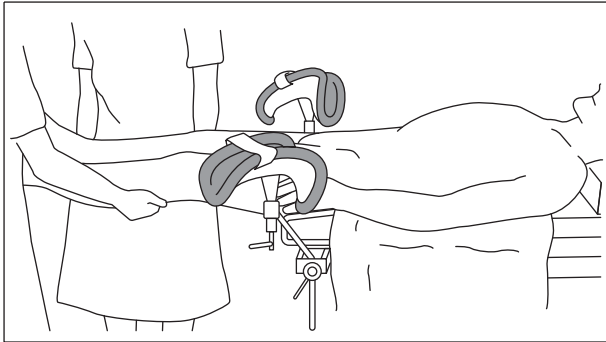
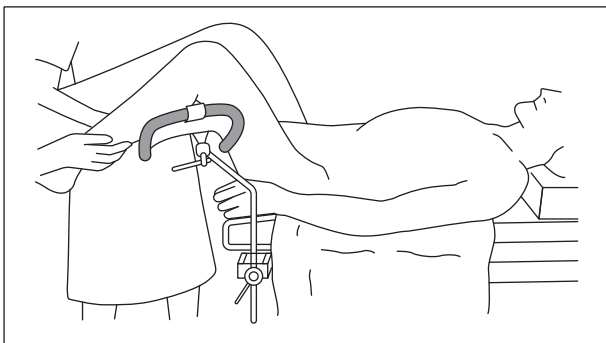

図 2-1 支脚器の位置まで患者の恥骨部分を移動
図 2-2 患者の脚を腿受けにのせる
2. 支脚器の位置まで患者の恥骨部分を移動して（図 2-1）、患者の脚を腿受け④にのせます。（図 2-2）